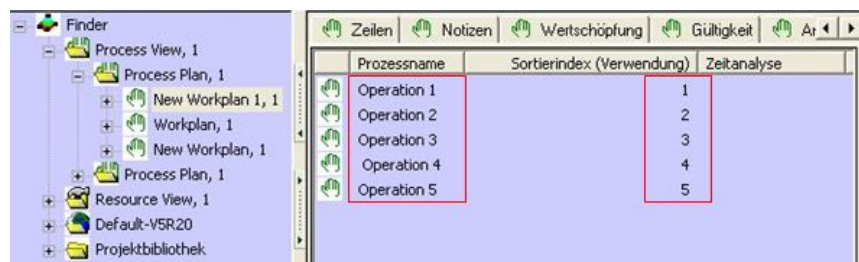

Abbildung 82: PPR-Komponenten in der Listview
- ⇒ Der farbliche Hintergrund entspricht dem eingestellten Farbcode. Siehe auch Abbildung 82.